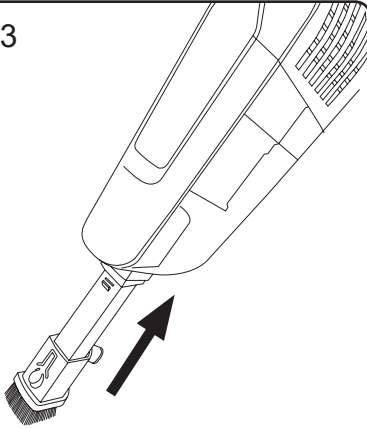

Fig.4
- Este aparato dispone de una posición de asa plegable para un fácil almacenaje. (Fig.4)